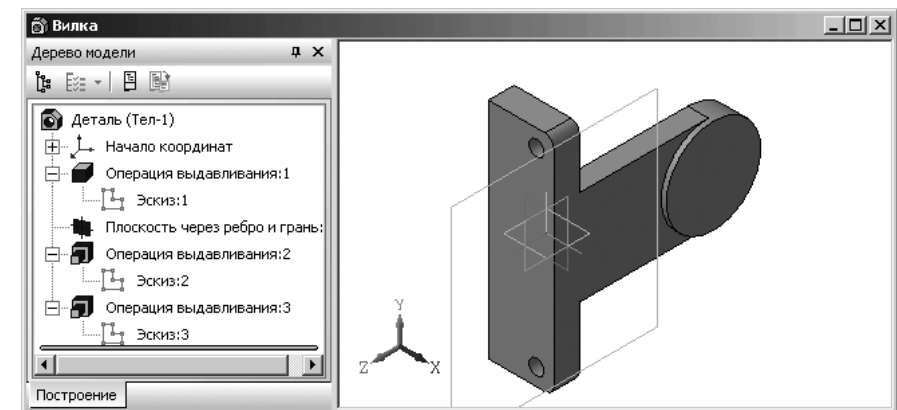

Рис. 3.64. Главное окно системы после построения внешней бобышки
- щелкните на **Специальной панели управления** по кнопке  **Создать объект**. Появится в окне **Дерево модели** новый пункт **Операция выдавливания:3** и модель проушины с внешней бобышкой, показанная на рис. 3.64.